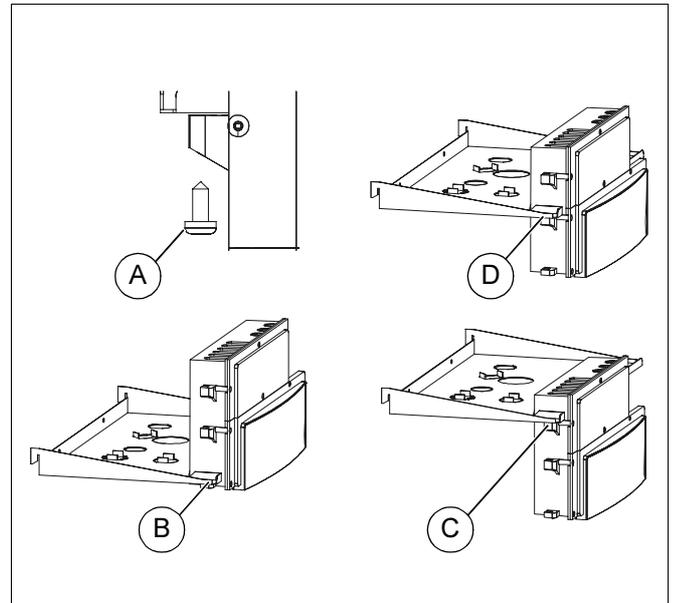

Fig. 48 Spostare il pannello di comando
Per semplificare i lavori di manutenzione; il pannello di comando può essere fissato, oltre che nella normale posizione (fig. 48, **pos. D**) anche in una posizione più alta ed in una più bassa.
- Svitare le tre viti (fig. 48, **pos. A**) per il fissaggio del pannello di comando
- Allineare quindi il pannello di comando in modo corrispondente ai fori più in basso (fig. 48, **pos. B**) e fissarlo in questa posizione.